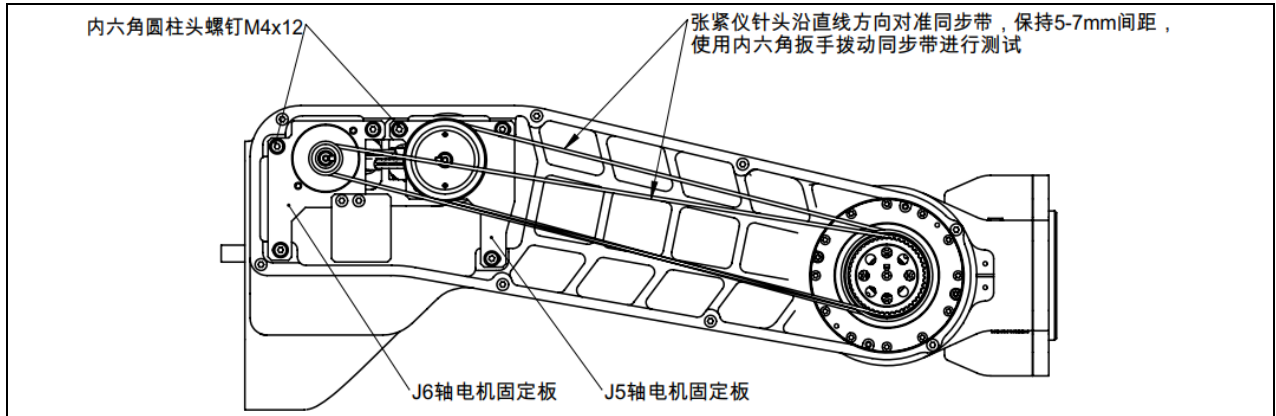
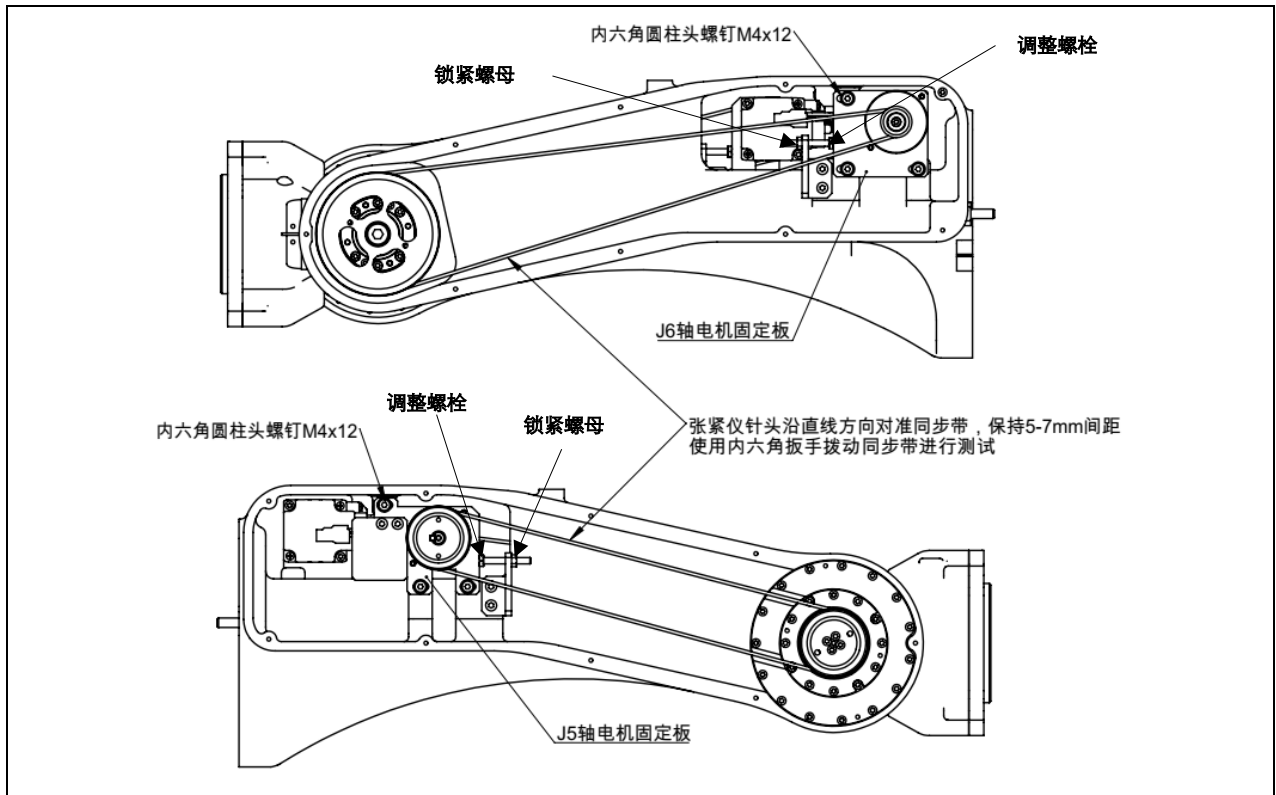

图 5-2 J5、J6 轴同步带张紧位置示意图 (ER8-1450-HW)
图 5-3 J5、J6 轴同步带张紧位置示意图 (ER8-2000-HW)
2. 如图 5-2，图 5-3 拆下盖板后，即可看到 J5、J6 轴同步带；